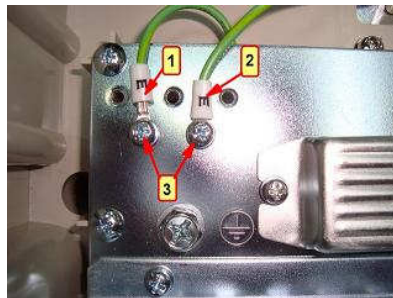

Рис.6.18
6.11.1. Выкрутить винты 4, отвести провода 1, 2, 3 от панели резистора (рис.6.18). Положить винты в тару.